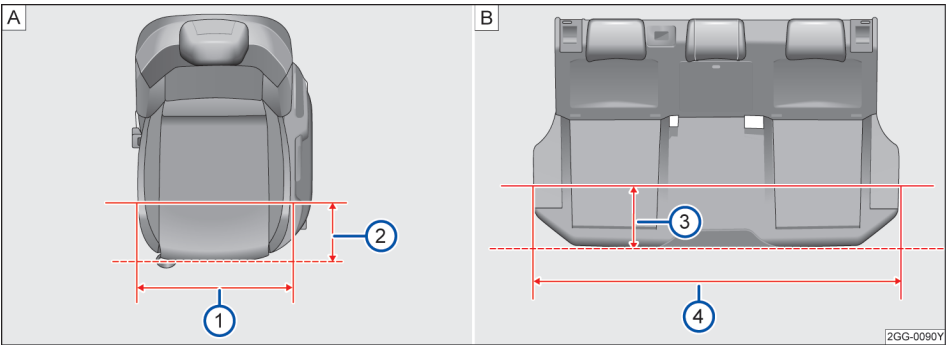

图 67 座椅座宽
如图→图 67[A] 在距离前排座椅边缘 200mm 时→图 67[A]②，前排座椅座垫宽度为 488mm→图 67[A]①。
如图→图 67[B] 在距离后排座椅边缘 200mm 时→图 67[B]③，后排座椅座垫宽度为 1283mm→图 67[B]④。